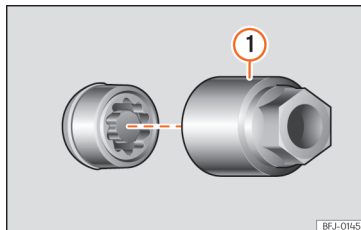

Abb. 36 Diebstahlhemmende Radschraube mit Abdeckkappe und Adapter
- Schieben Sie den Spezialadapter » **Abb. 36** ① (Bordwerkzeug » **Seite 40**) bis zum Anschlag in die diebstahlhemmende Radschraube.